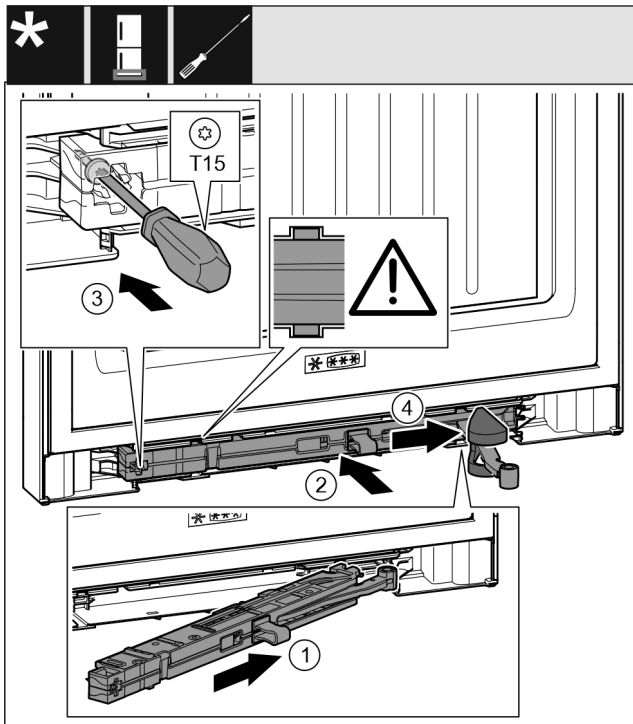

Fig. 40
- ▶ Schließdämpfereinheit Fig. 40 (1) auf der Lagerbockseite bis zum Anschlag schräg in die Aussparung einschieben.
- ▶ Schließdämpfereinheit Fig. 40 (2) vollständig in Aussparung schieben.
- ▶ Schraube Fig. 40 (3) mit einem Schraubendreher festschrauben.
- ▶ Abdeckung Fig. 40 (4) über Gelenk schieben.